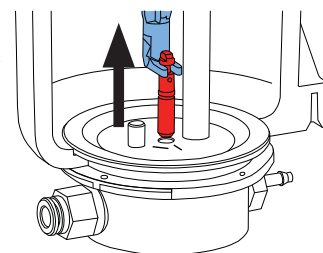

fig. 11
- Tomar la boquilla dosificadora con la herramienta y tirar de ella hacia arriba (fig.11).